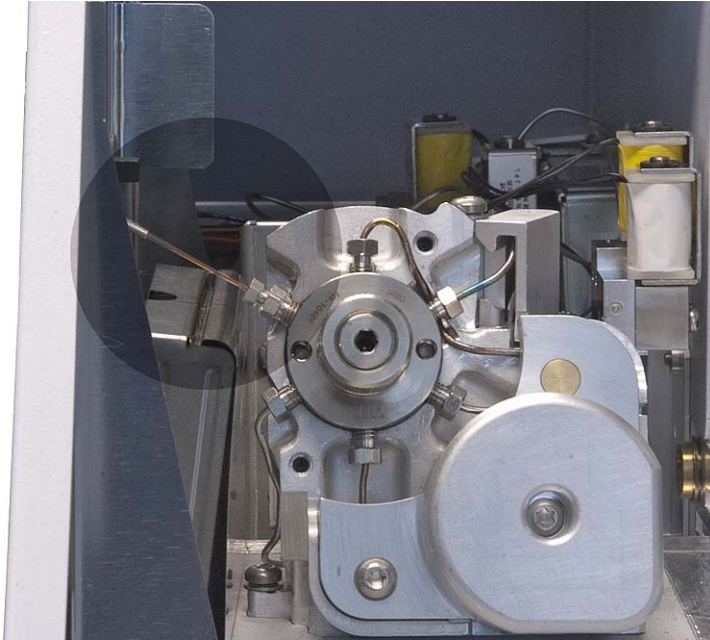

图 14 安装到六通阀中的传输线
- 15 轻轻地将此管线穿入内部异径管，直到其抵达底部。用手拧紧 3/16 英寸螺母，然后再拧紧 1/4 圈。轻轻拉动传输线，测试连接。传输线不应从新安装的接头滑出。请参见图 14。